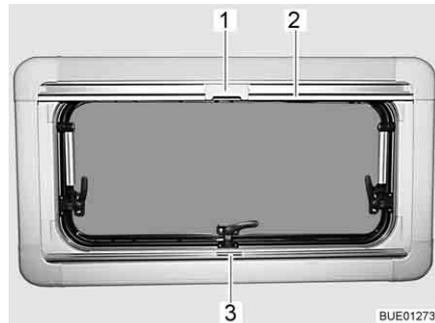

Bild 85 Ausstellfenster
- Faltverdunklung in der Mitte der Griffleiste (Bild 85,3) fassen, von unten nach oben ziehen und auf der gewünschten Höhe loslassen. Die Faltverdunklung bleibt in dieser Höhe stehen.
- Insektenschutzrollo an der Griffleiste (Bild 85,2) nach unten ziehen, bis es an der Griffleiste der Faltverdunklung (Bild 85,3) anstößt.
- Raste (Bild 85,1) am Insektenschutzrollo mit der Griffleiste der Faltverdunklung verriegeln.
- Raste (Bild 85,1) am Insektenschutzrollo oben nach hinten drücken.
- Insektenschutzrollo an der Griffleiste (Bild 85,2) langsam zurückführen.